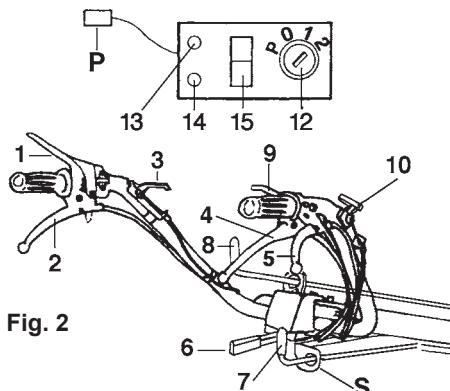

Fig. 2
COMANDOS (Fig. 2)
- Para selecionar a velocidade é preciso utilizar a manete 8 (Fig. 2)
A T.D.F. indipendente é acionada através a manete 7 (Fig. 2).
O bloqueio do diferencial obtém-se acionando a manete 3 (fig. 2) colocada ao lado direito da coluna do guiador.
(Fig. 2)
- 3) Tirar os braços 7 (Fig.2) do suporte S.
- Levar a haste de comando das marchas (8) em posição neutra e desinserir a tomada de força (7) (Fig. 2).
- Largar a manete do MOTORSTOP (1). Neste momento o motor está parado. Completar as operações como indicado no manual de Uso e Manutenção do motor.
PARAGEM MOMENTÂNEA DO MOTOCULTIVADOR (Fig. 2)
TRAVAGEM DO MOTOCULTIVADOR(Fig. 2)